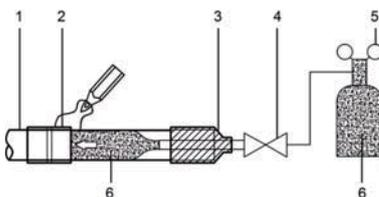

Figura 4.4
- Ao encher o tubo com azoto durante a soldagem, deverá reduzir o azoto a 0,02 MPa através da válvula de alívio de pressão. Veja a Figura 4.4.